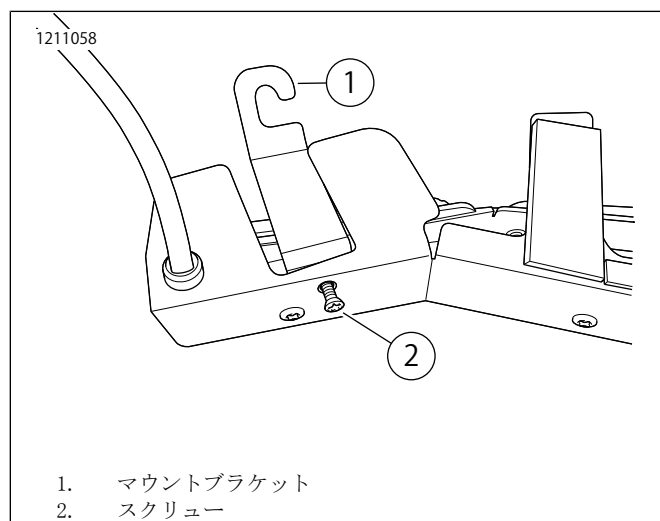

図5。ブラケットとスクリュー
4. 図5を参照してください。マウントブラケット(1)を開口部に置いて、ブラケットが上向きになる角度にします。